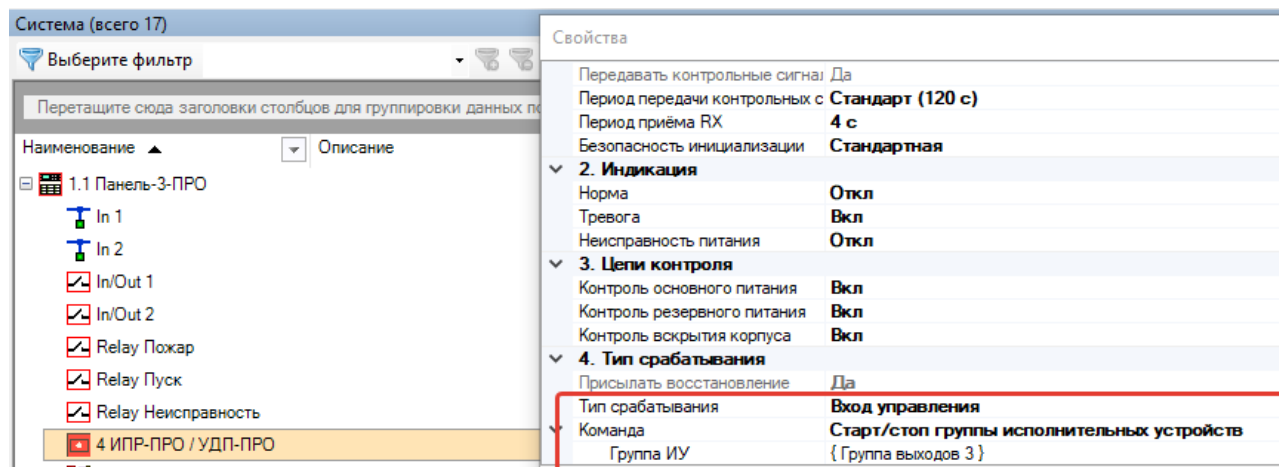

Рис. 47
- Устройство должно быть запрограммировано на активацию данной группы выхода. (см. рис. 47).